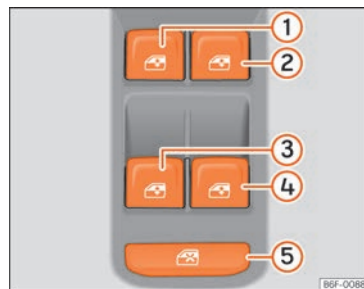

Fig. 57 Detaliu al ușii șoferului: comenzile geamurilor.
Comutatorul de siguranță » » » fig. 57 ⑤ de pe ușa șoferului poate fi utilizat pentru dezactivarea butoanelor de acționare electrică a geamurilor ușilor din spate.